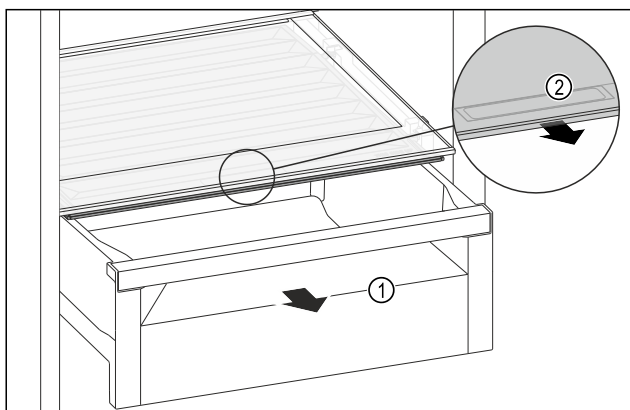

Fig. 218
- ▶ Zásuvku Fig. 218 (1) vytáhněte.
- ▶ Uchopte prohlubeň pro rukojeť Fig. 218 (2) na víku zásuvky a současně zatáhněte za víko zásuvky směrem dopředu.